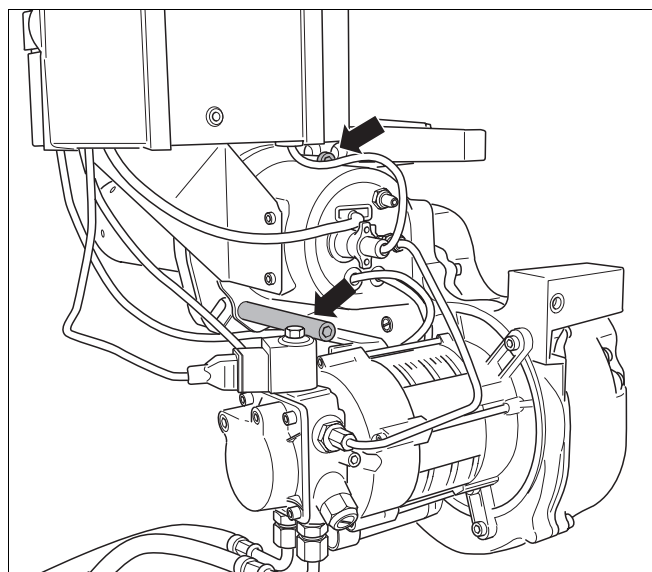

Рис. 31 Ослабить болты штыкового крепления
- Ослабить оба болта штыкового крепления (рис. 31).